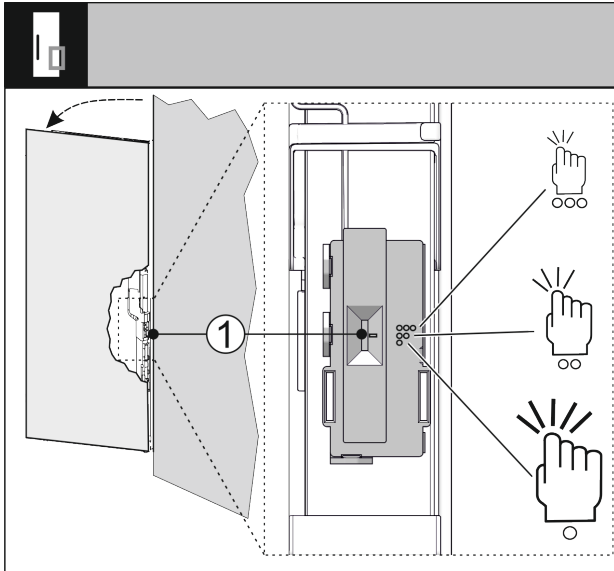

Fig. 38
您可以通过开关 Fig. 38 (1) 设置敲门传感器的灵敏度。该开关位于铰链侧门的下三分之一处。
- ▶ 将开关 Fig. 38 (1) 移到所需位置。